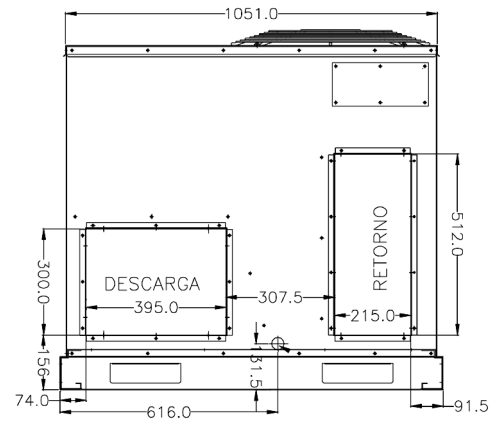

Fig. 7 – Aperturas para Conducto de Inyección y Retorno Horizontal
1. Remover los paneles que cierren las aperturas de suministro y retorno de aire horizontal (Fig. 7)
1. Remover los paneles que cierren las aperturas de suministro y retorno de aire horizontal (Fig. 7).
3. Para retirar cubierta del conducto de suministro, rompa la etiqueta frontal y derecha de conexión con un destornillador y un martillo. Empuje la rejilla hacia abajo para romper la parte trasera e izquierda de las etiquetas (Fig. 7).